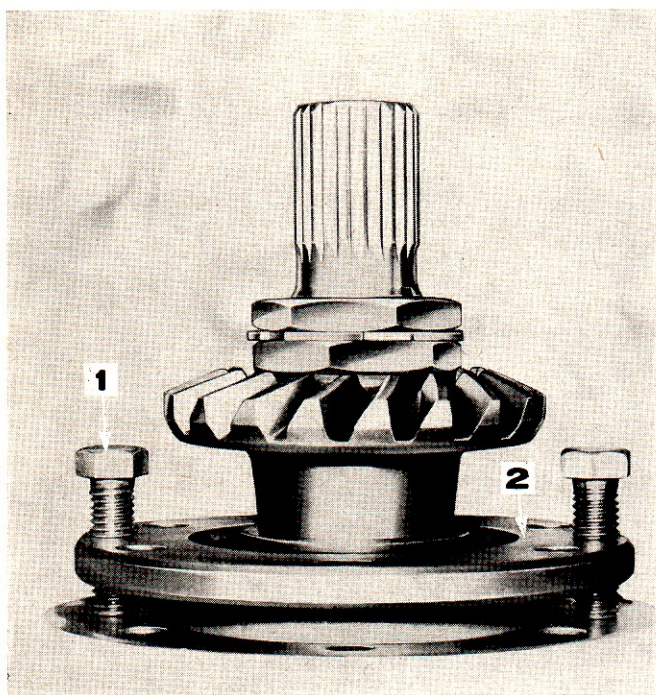

Figure 26: Dépose du pignon d'attaque
2. Extraire les cinq autres boulons et rondelles fixant le pignon d'attaque sur le carter central de pont arrière, puis, à l'aide de deux boulons 9/16 N.C. utilisés comme vis d'arrachement, extraire le pignon d'attaque (Figure 26).